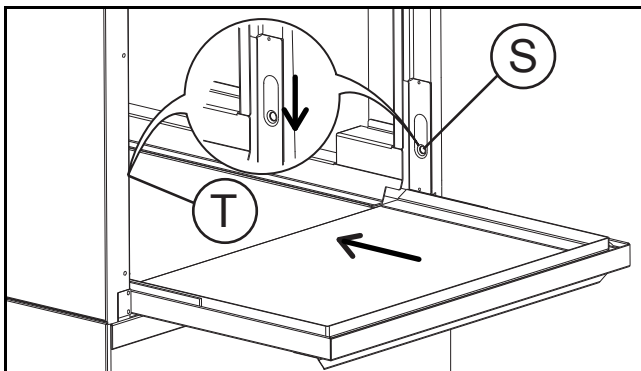

Figure 24 Repositionner la porte
- Repositionner la porte (Figure 24):